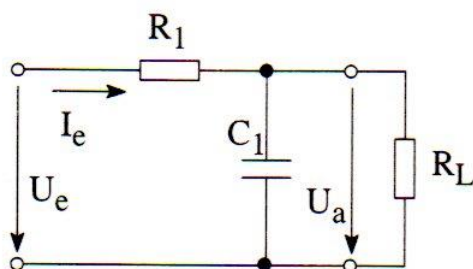

Abb. 5: RC- Schaltung belastet
2.2.1 Entwickeln Sie ein maßstäbliches Zeigerbild aller Spannungen und Ströme für die Schaltung Abbildung 5, wenn die Frequenz der Eingangsspannung $f = 1 \text{ kHz}$ und die Ausgangsspannung $U_a = 4,56 \text{ V}$ beträgt. Ermitteln Sie aus dem Zeigerbild den Phasenwinkel $\varphi_2 = \varphi(U_a, U_e)$ und die Eingangsspannung U_e . **12 Punkte**